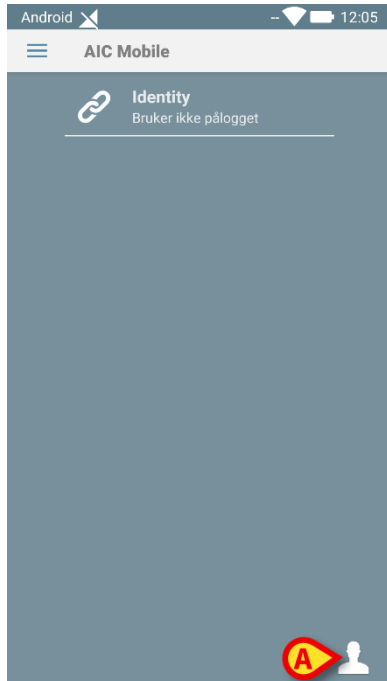

Fig 42
- Klikk på **Pålogg** nederst i høyre hjørne i "Programliste"-skjermbildet (Fig 42 **A**).